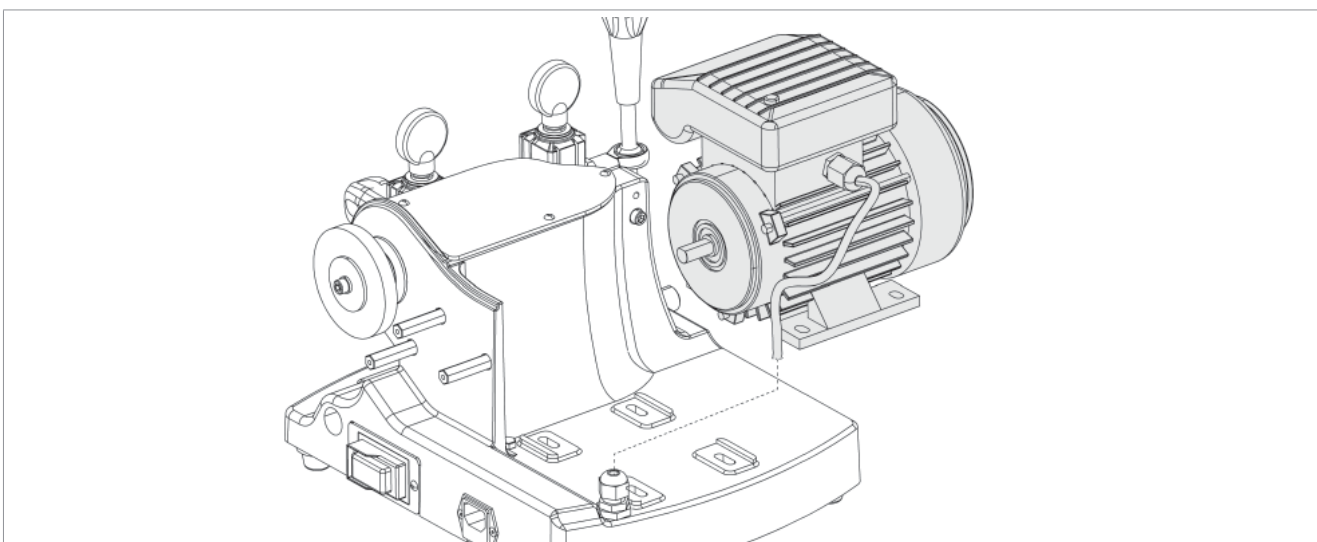

Fig. 57
- 10) Pull out the motor cable and remove the motor (Fig. 57).